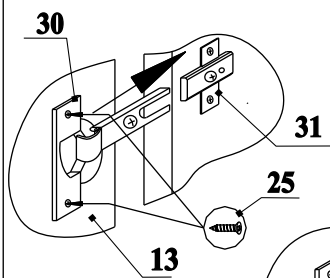

Рис.3
- Привернуть петли 30 к деталям 13 шурупами 25 (рис.3);
- Привернуть ответные планки 31 к деталям 2 (рис.3);
- Надвинуть петли на ответные планки (рис.3);